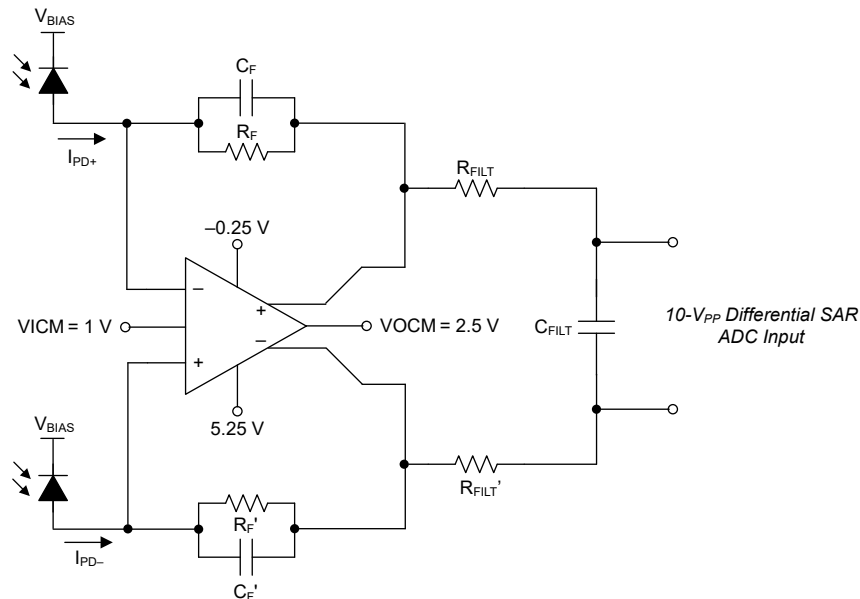
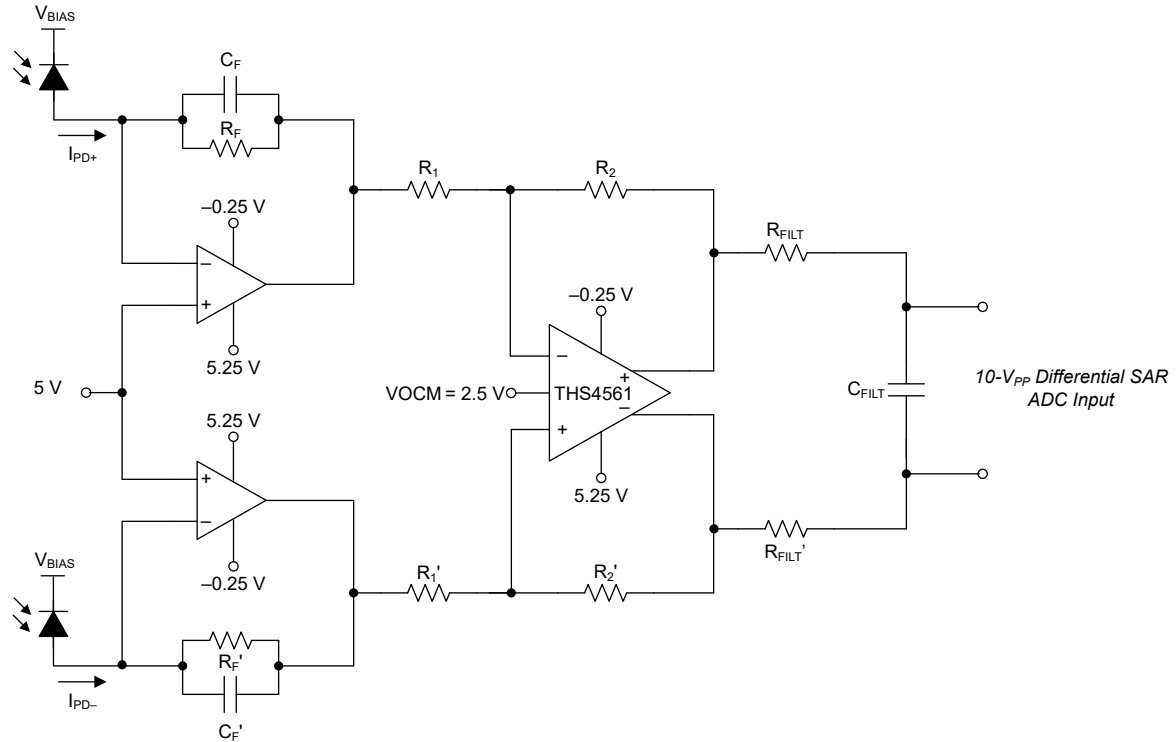

图 8-2. THS4567 具有集成差分 TIA + ADC 驱动器
图 8-3. 分立式差分运算放大器 TIA + 第 2 级 ADC 驱动器
THS4567 输入共模环路的主要用例是差分跨阻应用，在此类应用中，由于环境光的影响，会产生较大的共模偏移。本节中，我们将对启用了输入共模环路（TIA 模式）的 THS4567 器件的性能（如 图 8-2 所示）与使用两个分立运算放大器通道（OPA 模式）构建的差分 TIA 实现（如 图 8-3 所示）进行比较。
- 如图 8-2 所示，光电二极管 (PD) 配置了阴极偏置，当光线入射时，两个 PD 都会产生电流。为了尽可能提高 PD 上的反向偏置， $V_{BIAS}$  通常设置为放大器正电源电压或可用的最高正电源电压。
OPA 模式配置如图 8-3 所示。该配置会在 PD 上产生  $(5.25\text{V} - 5\text{V} = 0.25\text{V})$  的反向偏置，与 TIA 模式相比大大增加了 PD 电容。
图 8-6 展示了第一级跨阻放大器设置的输出，如图 8-3 所示。输出共模以  $0.83\text{V}$  电压为中心。共模偏移是由环境光导致的偏移引起。更重要的是，差分输出摆幅仅为  $3.33\text{V}$ 。为了尽可能扩大 ADC 动态范围，后续 THS4561 差分放大器级配置为  $3\text{V}/\text{V}$  的信号增益。THS4561 器件还将执行电平位移，以将输出共模中心置于  $2.5\text{V}$ 。